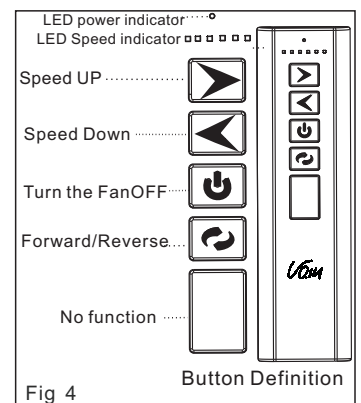

Fig 4
4. Die Tasten am Fernbedienungs sender steuern die Rotationsgeschwindigkeit des Ventilators und das Licht, wie in Abbildung 4 dargestellt